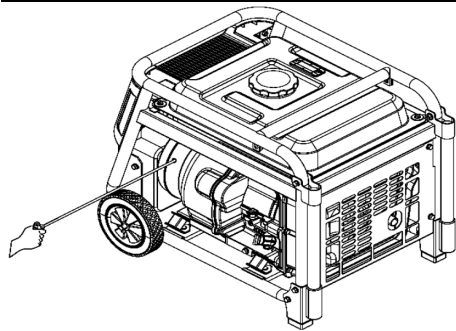

Figura 9 Tirare la leva di avviamento.
4.3 Tirare lentamente la leva di avviamento fino a sentire la presa, quindi tirare rapidamente nella direzione indicata dalla freccia in basso. Vedere Figura 9.